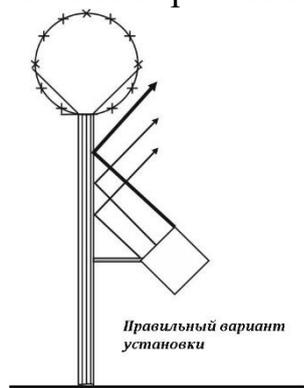
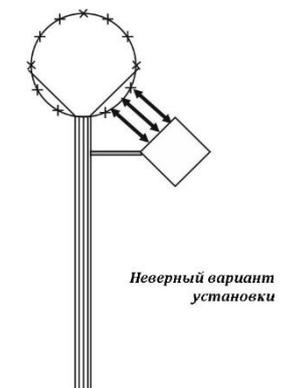

Рис. 4.9
Рис. 4.11
4.12 При установке блоков извещателей на ограждении, по верху которых размещены барьеры безопасности в виде колючей проволоки (ленты), либо армированной скрученной колючей ленты (АСКЛ), необходимо определить оптимальную высоту установки блоков. Элементы колючей проволоки создают отражения, которые оказывают влияние на формирование ЗО и увеличивают количество ложных срабатываний извещателя. На рис. 4.9 и 4.10 показаны правильные варианты установки блоков вблизи АСКЛ и полотна из колючей проволоки. Отраженный от вертикальной плоскости ограждения сигнал с наклонной поляризацией не попадает в БПРМ и не приводит к ложным срабатываниям. На рис. 4.11 показан неверный вариант установки БПРМ и БПРД извещателя. Сигнал формируется под углом  $\approx 45^\circ$  по отношению к ограждению и под углом  $\approx 0^\circ$  по отношению к касательной АСКЛ. Отраженный от АСКЛ сигнал с наклонной поляризацией попадает в БПРМ с той же поляризацией, что может приводить к ложным срабатываниям извещателя.